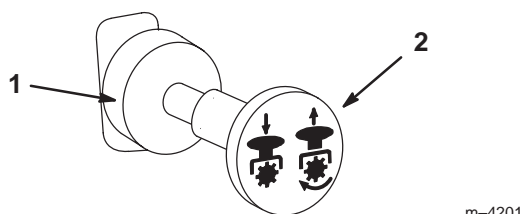

Figure 15
3. Tirez sur la commande de prise de force (PDF) pour l'engager (Fig. 15).
Repoussez la commande de PDF pour la débrayer (Fig. 15).